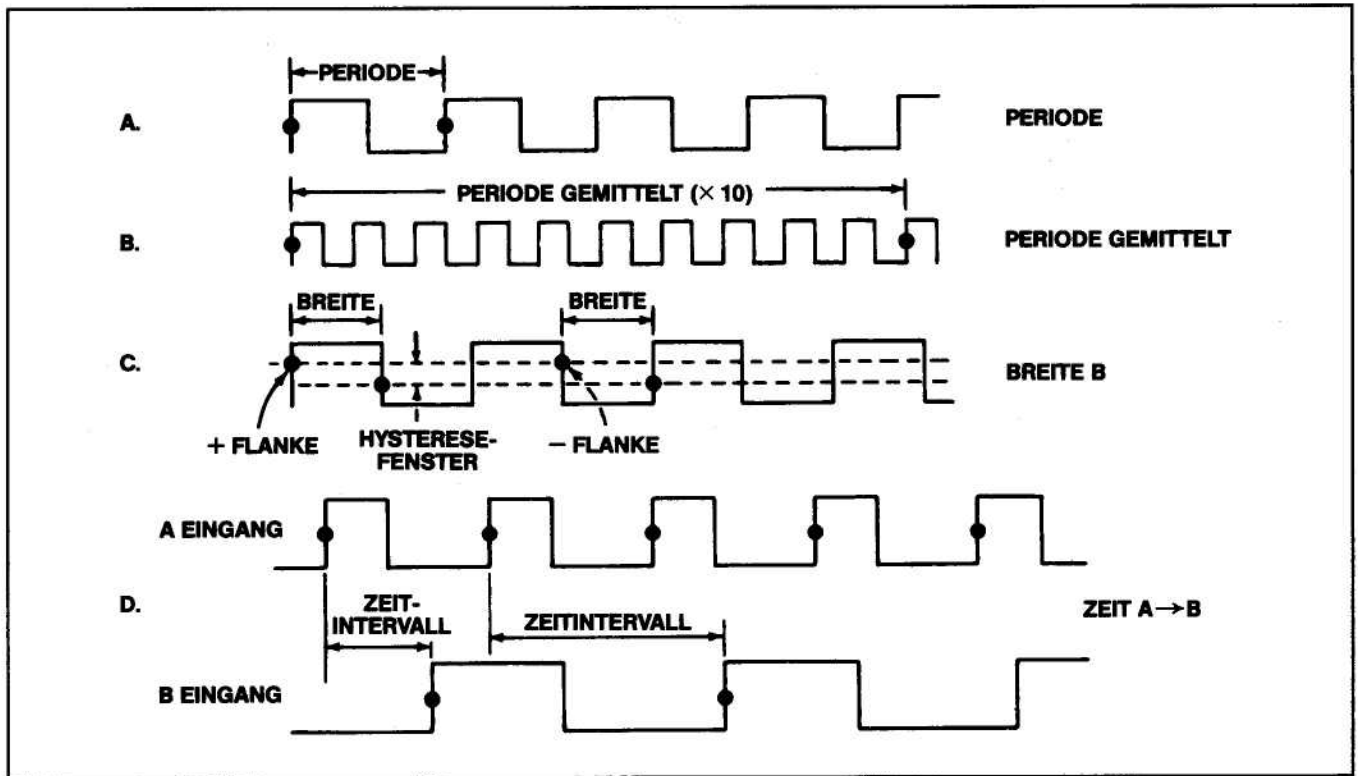

Abb. 2-4: Intervallmessungen
Die Betriebsarten Periodendauer und Periodendauer-mittlung gestatten es, einzelne Periodendauermessungen durchzuführen oder mehrere Perioden der an Kanal B angeschlossenen Eingangsfrequenzen zu mitteln. Diese Betriebsarten eignen sich zur Durchführung von Niederfrequenzmessungen, bei denen es auf eine hohe Auflösung ankommt, ohne daß die Messung besonders zeitaufwendig ist. Einfach ausgedrückt kann gesagt werden: In der Betriebsart PERIOD B werden die Funktionen von Signal und Takt im Vergleich zu der Betriebsart FREQUENCY A umgekehrt (siehe Abb. 2-4 A).
**Mittlung.** Durch die Mittelung der Signalwerte über eine große Anzahl von Ereignissen können die Auflösung und die Genauigkeit erhöht werden. Dadurch wird aber die Meßzeit verlängert, wie dies z.B. auch bei der Wahl von längeren Gate-Zeiten in der Betriebsart FREQUENCY A der Fall ist (Vgl. Abb. 2-4 B).
In der Betriebsart WIDTH B wird die Zeit gemessen und angezeigt, die zwischen dem gewählten Triggerpegel-punkt der Startflanke für die zu messende Impulsdauer und dem gleichen Triggerpegelpunkt der Flanke mit entgegengesetzter Polarität verstreicht (Vgl. Abb. 2-4 C).
In der Betriebsart TIME A→B wird die Zeit gemessen, und angezeigt, die zwischen dem Triggerpunkt von CH A und dem nachfolgenden Triggerpunkt von CH B verstreicht. Die beiden Punkte werden so gesteuert, daß mit Hilfe der Triggerbedienungs-elemente des Kanal A der Punkt gewählt wird, an dem das Hauptgate eingeschaltet wird, und die Bedienungselemente für Kanal B den Punkt wählen, an dem das Hauptgate ausgeschaltet wird. (Vgl. Abb. 2-4 D)